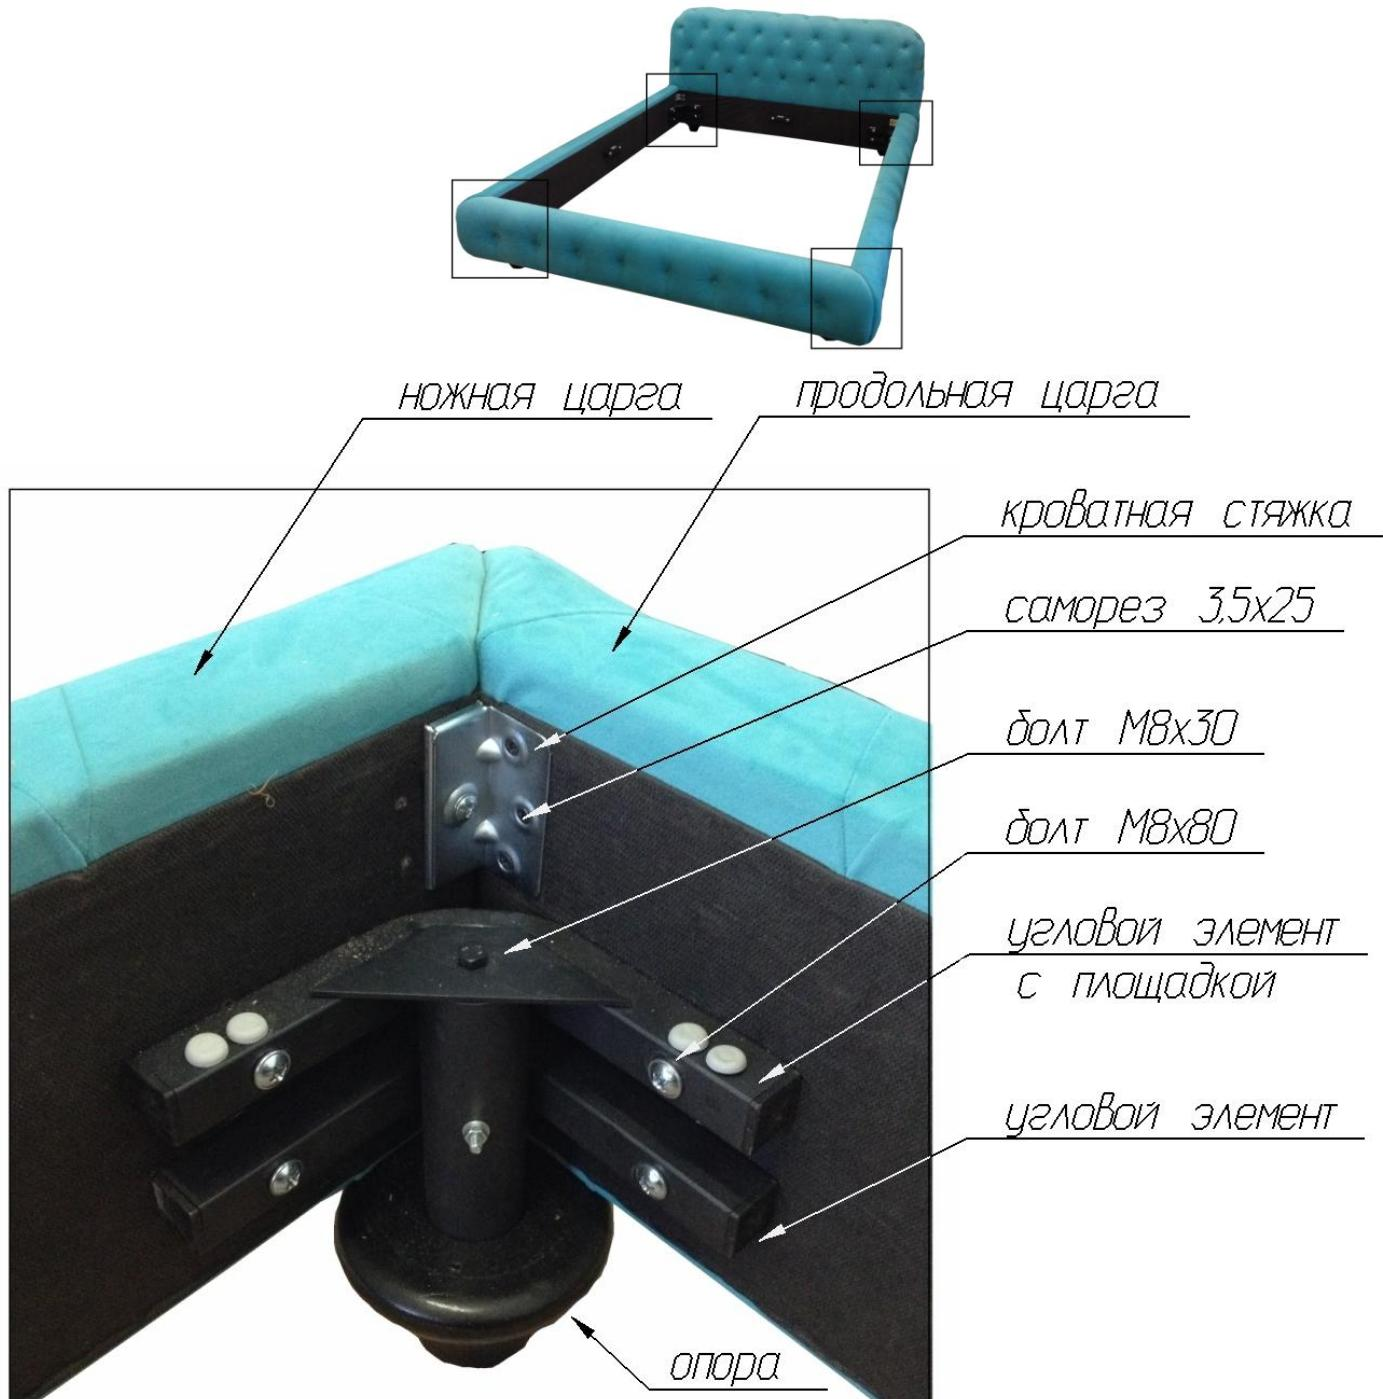

Рис. 4 (крепление продольных царг к спинке аналогичным образом)
4. Соединить царги между собой и присоединить их к спинке с помощью угловых элементов, ввернув винты M8x80 с прессшайбой в установленные нижние гайки на царгах и спинке (рис.4).
5. Установить угловые элементы с площадками и закрепить их к царгам и спинке винтами M8x80 в установленные верхние гайки (рис.4).
7. Установить верхние кроватные стяжки, закрепив их саморезами 3,5x25 к продольным царгам и комплектным винтом к ответным частям стяжек – предустановленным на ножной царге и спинке (рис.4).